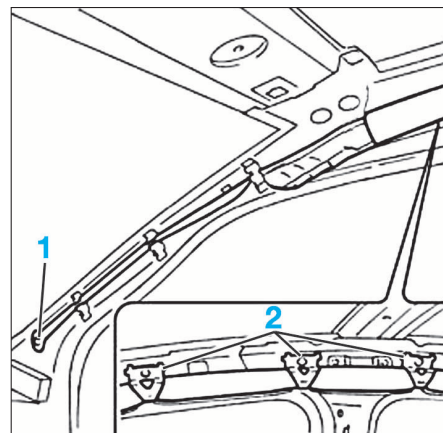

FIG. 14
• Déposer les vis de fixation (1) et (2) (Fig.14).